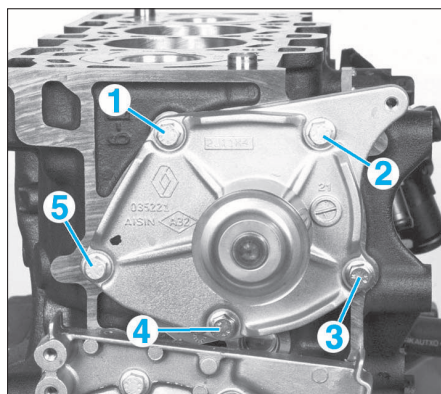

FIG. 40
- Mettre en place la pompe à eau munie d'un joint neuf dans le bloc-cylindres et serrer ses vis de fixation à 1,1 daN.m dans l'ordre prescrits, après avoir appliqué sur leur filetage une goutte de produit frein filet moyen et étanche (par exemple Loctite Frenétanch) (Fig.40).